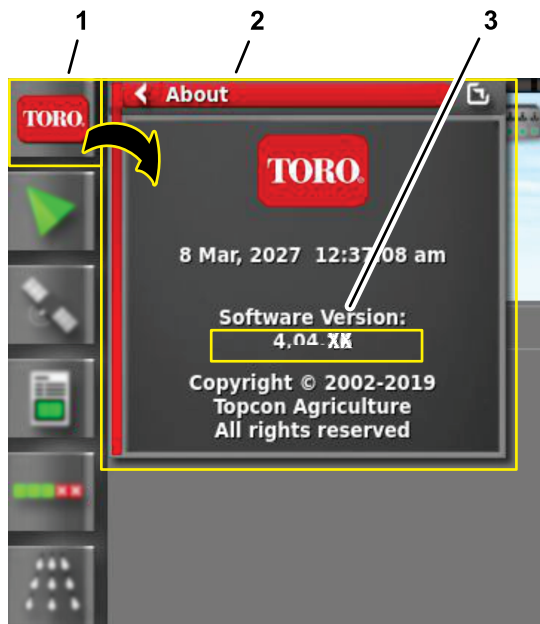

Figure 235
2. Appuyez sur l'icône ABOUT (à propos) (Toro) en haut à gauche de la console de commande (Figure 235).